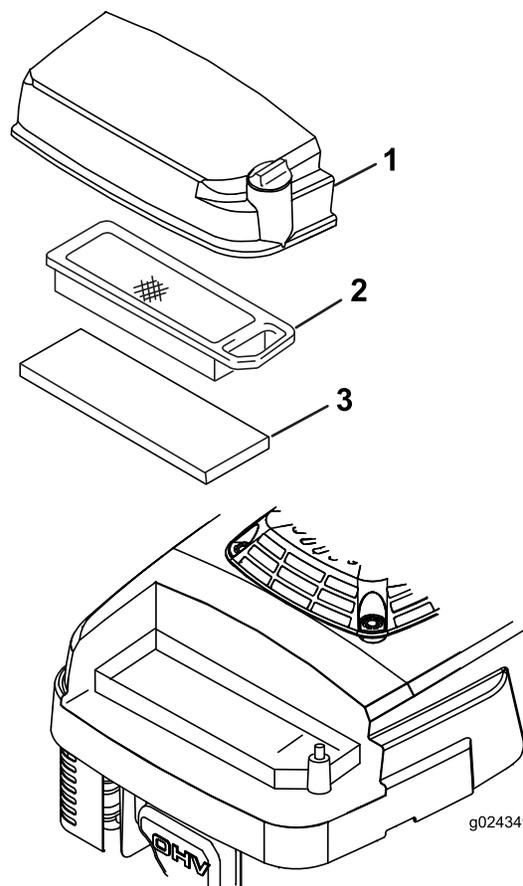

Figure 20
3. Desserrez la vis sur le couvercle du filtre à air (Figure 20).
5. Enlevez et examinez l'élément filtrant en papier (Figure 20) et remplacez-le s'il est excessivement encrassé.
6. Enlevez le préfiltre en mousse (Figure 20), lavez-le avec de l'eau et un détergent doux, puis séchez-le en le pressant légèrement dans un chiffon.